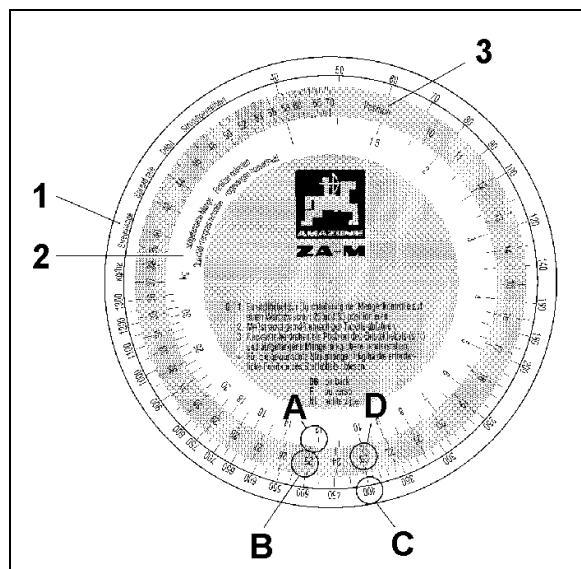

Fig. 47
- Yttre, vit skala för önskad gödselmängd [kg/ha] (gödselmängd) (Fig. 47/1).
- Inre, vit skala för uppfångad gödselmängd [kg] (uppfångad gödselmängd) (Fig. 47/2).
- Mittre, färgad skala för inställningsvärdet (spjällposition) (Fig. 47/3).
6. Tag upp beräkningsskivan. Sök upp värdet för den uppsamlade gödselmängden [12,5 kg] (Fig. 47/A) på den inre skalan (Fig. 47/2) Ställ den mittre, färgade skalan (Fig. 47/3) så att den inställda spjällpositionen hamnar mittför 25 (Fig. 47/B).
7. Sök upp den önskade gödselgivan 400 kg/ha (Fig. 47/C) och avläs erforderlig spjällöppning 23 (Fig. 47/D).